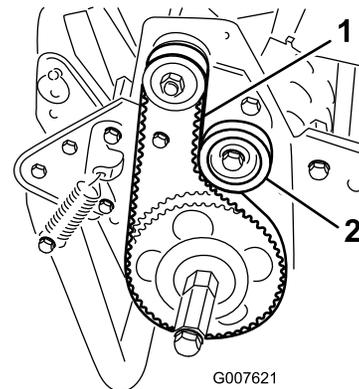

図 38
2. プーリ間の中央部で 図 38、1822N (1.82.3kg) 程度の力でベルトを指で押して張りを点検する。
- A. アイドラプリー固定ナットをゆるめ、プリーをベルトの背に押しつけて、適当な張りを出す 図 38。